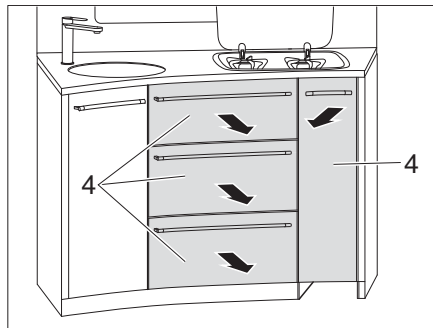

Fig. 111 Retirer le tiroir de cuisine
- Retirer le tiroir de cuisine (Fig. 111,4).